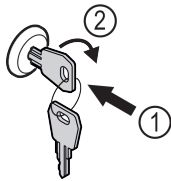

Fig. 161 Примерно изображение
- ▶ Пъхнете ключа Fig. 161 (1).
- ▶ Завъртете го на 90° по посока на часовниковата стрелка Fig. 161 (2).